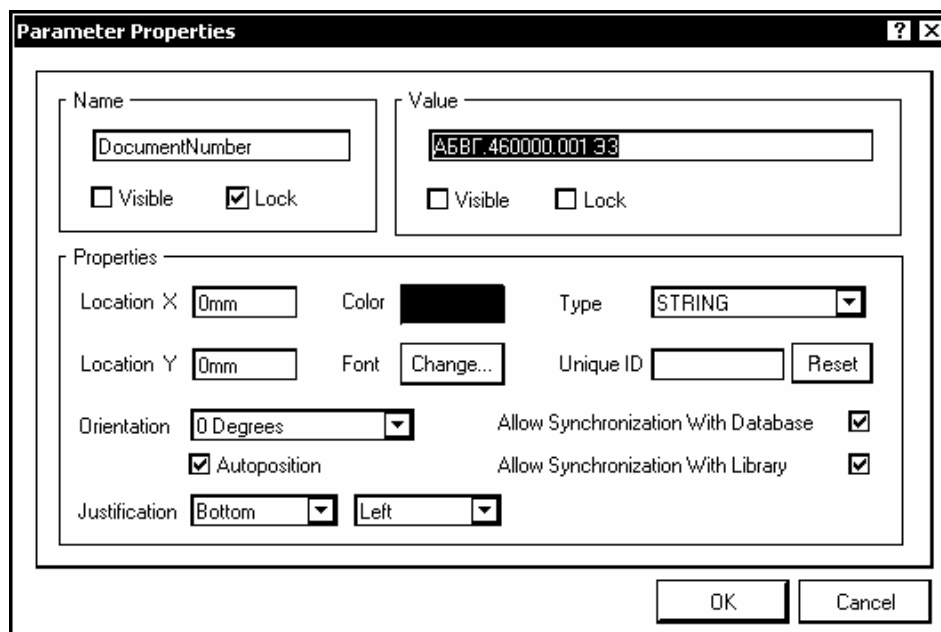

Рис. 4.3
4. По очереди выбрать в списке параметров (реквизитов документа) необходимые реквизиты документа и для каждого двойным щелчком левой клавиши мыши на пустом поле колонки Value открыть диалог редактирования свойств реквизита – Parameter Properties (рис. 4.3).